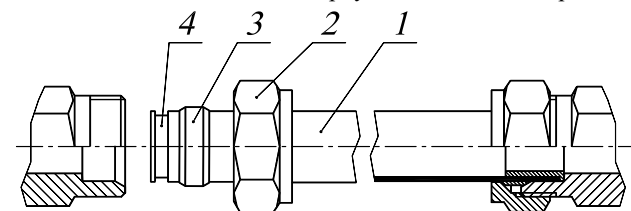

Рис.6. Соединение нагревательных элементов конвектора.
- 5.4. При помощи медных труб 15×1 и обжимных фитингов из комплекта монтажных частей, соединить нагревательные элементы секций (рис.6). Для этого необходимо через отверстие в